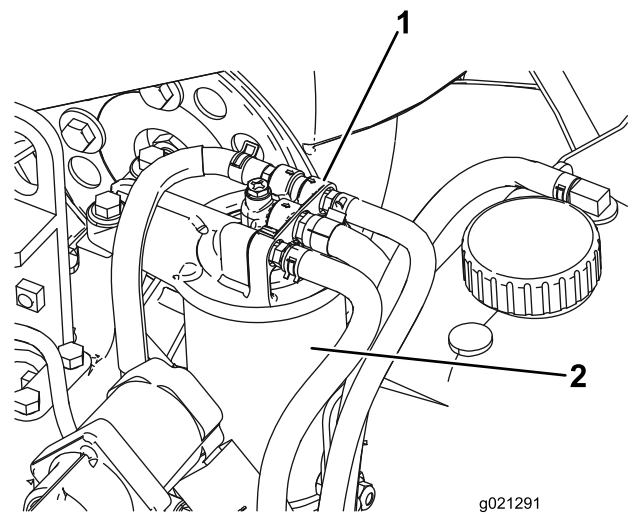

Figura 78
1. Pulite le superfici circostanti la testa del filtro del carburante (Figura 78).
2. Togliete il filtro e pulite la superficie di montaggio della testa del filtro (Figura 78).